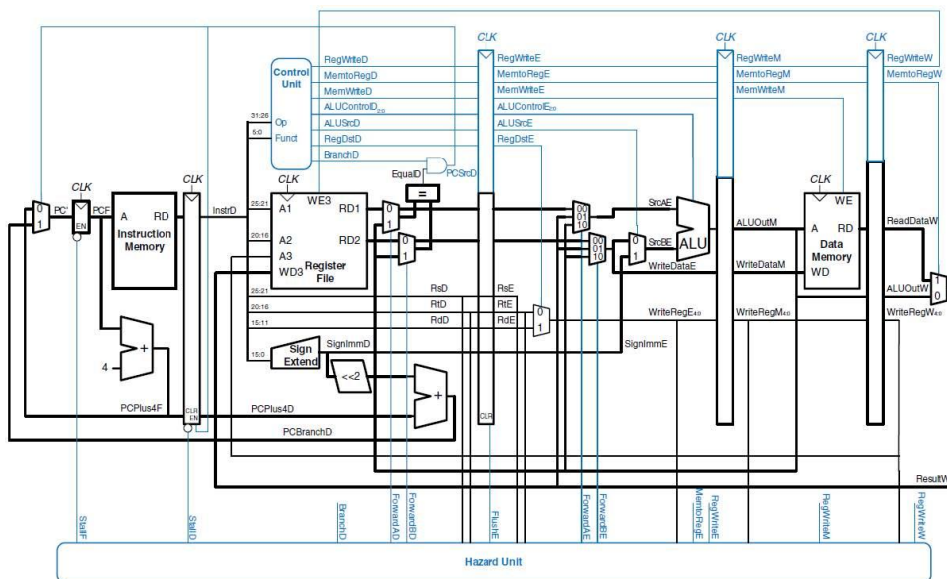

Figure 7.58 Pipelined processor with full hazard handling
3. 关于你设计的流水线的顶层视图，我们建议采用《数字设计和计算机体系结构》中的图7-58。